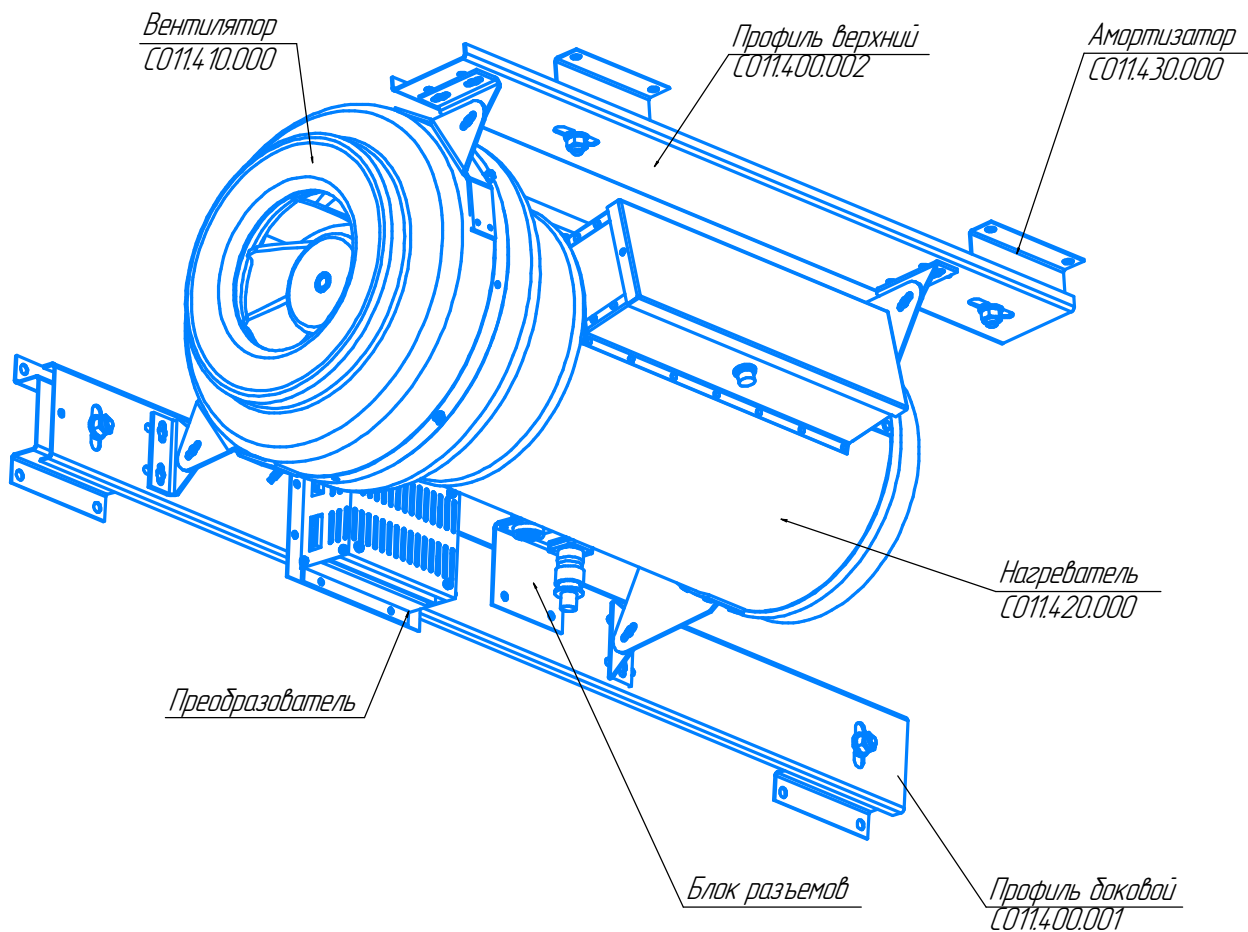

Рис.11. Тепловентилятор С011400.000
1.3.4.1 Общий вид тепловентилятора (ТВ) С011400.000 приведен на рис. 11.